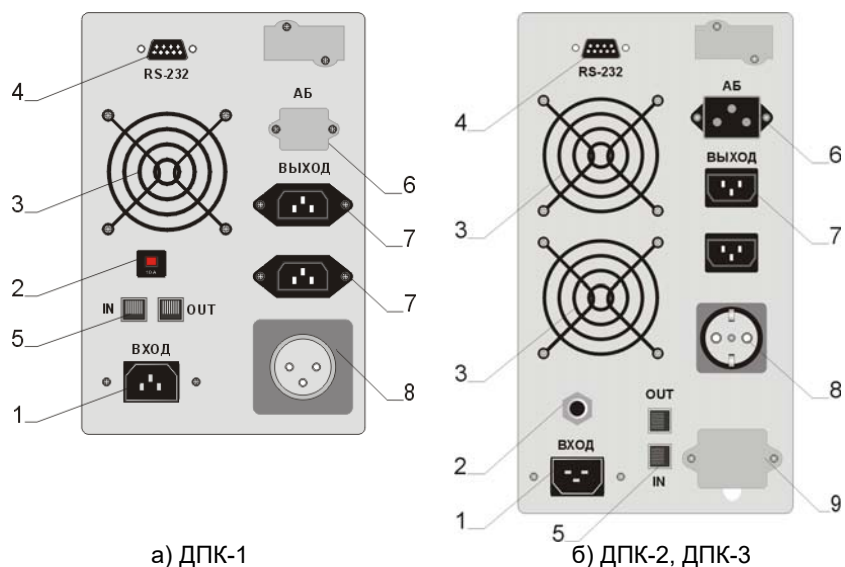

Рис. 2 Задняя панель блока ИБП:
На задней панели (см. рис.2 а, б) расположены сетевой разъем, специальные (IEC/SAA) и стандартные (EURO) розетки для подключения нагрузок, разъем для подключения дополнительных внешних аккумуляторных модулей (устанавливается в модели с индексом «М»), автомат защиты, коммуникационный порт RS-232 (разъем DB9), разъем RG45 защиты линии связи или разъемы дистанционной сигнализации (сухие контакты).
7.2.4. При использовании ИБП модели ДПК-М с внешними аккумуляторными батареями (модулем АМ) присоедините кабель постоянного тока к разъёму «б» (см. рис.2), затем включите автомат защиты (блок предохранителей на корпусе АМ).